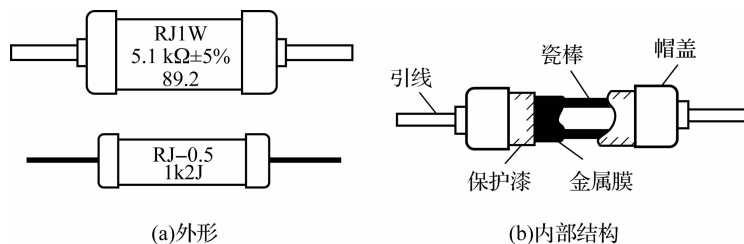

图 1-10 金属膜电阻器的外形和内部结构
(4)金属膜电阻器。与碳膜电阻器相比,金属膜电阻器只是用合金粉替代了结晶碳,除具有碳膜电阻器的特性之外,金属膜电阻器的主要特点是耐热性能好,额定工作温度为 70°C ,最高可达 155°C 。与碳膜电阻器相比,金属膜电阻器体积小、噪声低、稳定性好。它的工作频率也较宽,但成本稍高。通过调节合金粉成分和更换成膜工艺等方法,还可以制成精密、高阻、高频、高压、高温等各种类型的金属膜电阻器。金属膜电阻器适用于要求较高的通信设备、电子仪器等电路,在家用电器上也得到了较多的应用。金属膜电阻器涂层多为红色。金属膜电阻器的外形和内部结构如图 1-10 所示。